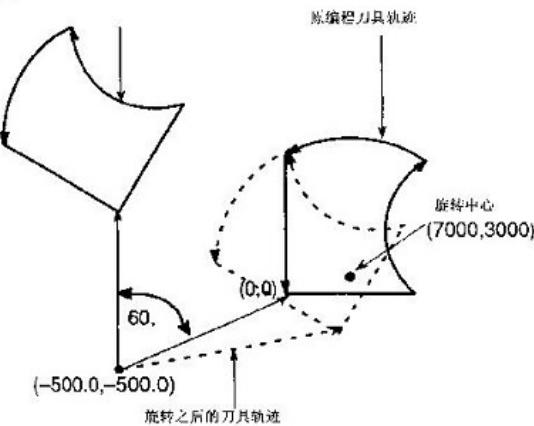

图 52: 编程
- 6、坐标系 G68 后的第一个指令应用绝对值编程，用增量值编程，则会以刀具当前为中心进行第二次旋转，如图52所示：